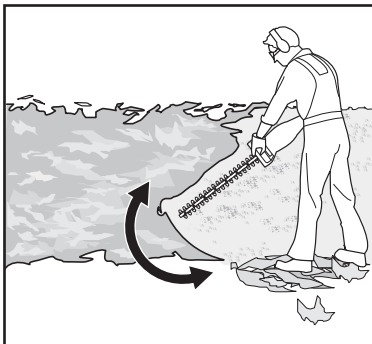

Fig. 7
1. Asegúrese de retirar la cubierta de la hoja (11) y de montar la batería (12) antes de ponerlo en funcionamiento.
4. Sujete bien el producto con una mano en la empuñadura delantera (4) y la otra en la empuñadura trasera (6). No utilice el producto con una sola mano.
6. En primer lugar, corte los laterales de abajo a arriba. De esta manera, evitará que los restos se interpongan en las zonas pendientes de corte (Fig. 7).